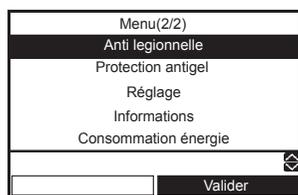

Fig.3-04
- Appuyez sur le bouton [] pendant 4 secondes ou plus sur l'écran de la Fig.3-04 pour entrer au mode de réglage. L'écran de réglage DN s'affiche.